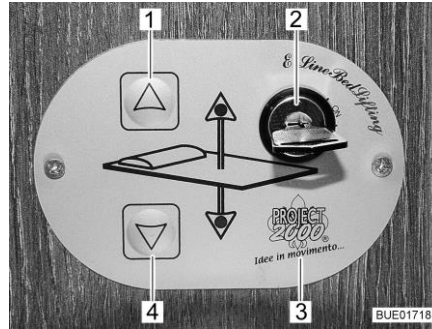

Fig. 65 Commande
**Commande** Les touches (Fig. 65,1 et 4) sur l'unité de commande (Fig. 65,3) permettent d'abaisser ou de relever le lit escamotable. L'interrupteur à clé (Fig. 65,2) permet de protéger l'unité de commande contre toute utilisation non autorisée.
- Tourner la clé de 90° dans le sens des aiguilles d'une montre dans l'interrupteur à clé (Fig. 65,2) sur la position "On". L'unité de commande (Fig. 65,3) est activée.
- Appuyer sur la touche fléchée (Fig. 65,4) et la maintenir pressée jusqu'à ce que le lit escamotable ait atteint la position désirée vers le bas.
- Appuyer sur la touche fléchée (Fig. 65,1) et la maintenir pressée jusqu'à ce que le lit escamotable ait atteint sa position finale supérieure.